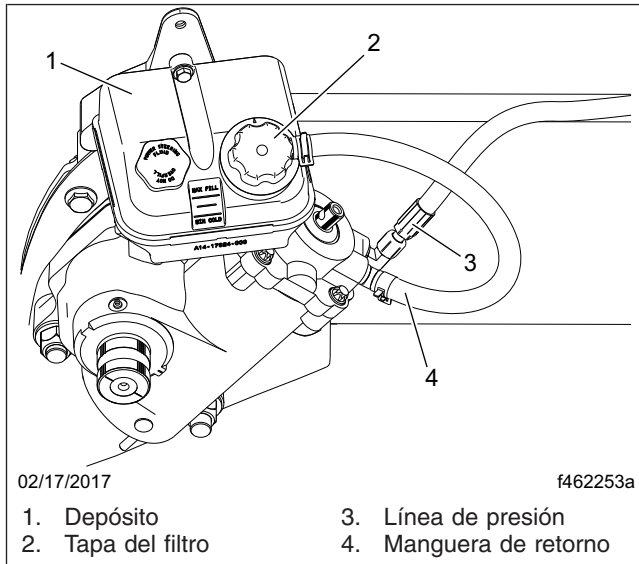

Figura 1, Depósito de la dirección hidráulica
7. Retire las mangueras de presión y de retorno (vea la **Figura 1**) del mecanismo de dirección, y permita que se drene el aceite.
11. Llene el depósito con un líquido aprobado para la dirección hidráulica hasta la línea que se encuentra entre las líneas MIN COLD (mínimo en frío) y MAX HOT (máximo en caliente). Vea la **Figura 1**. Vea en la **Tabla 1** los líquidos aprobados para la dirección hidráulica.